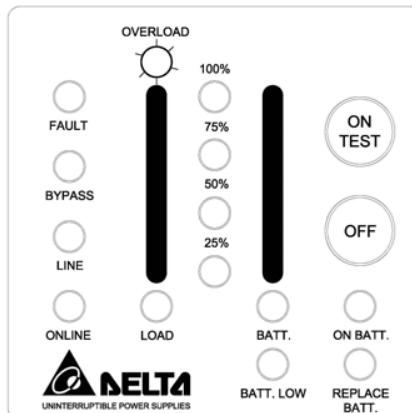

Рис. 4-8. Индикация короткого замыкания
- **КОРОТКОЕ ЗАМЫКАНИЕ.** При коротком замыкании на выходе ИБП в режимах двойного преобразования или работы от батареи ИБП отключает выходное реле, и питание на выходные разъемы не подается. Загорается индикатор «FAULT» (АВАРИЯ) и подаётся непрерывный звуковой сигнал. После устранения короткого замыкания ИБП возобновляет подачу питания в нагрузку. При возникновении короткого замыкания в режиме байпасса срабатывает встроенный входной автоматический выключатель и ИБП отключается. См. рис. 4-8.